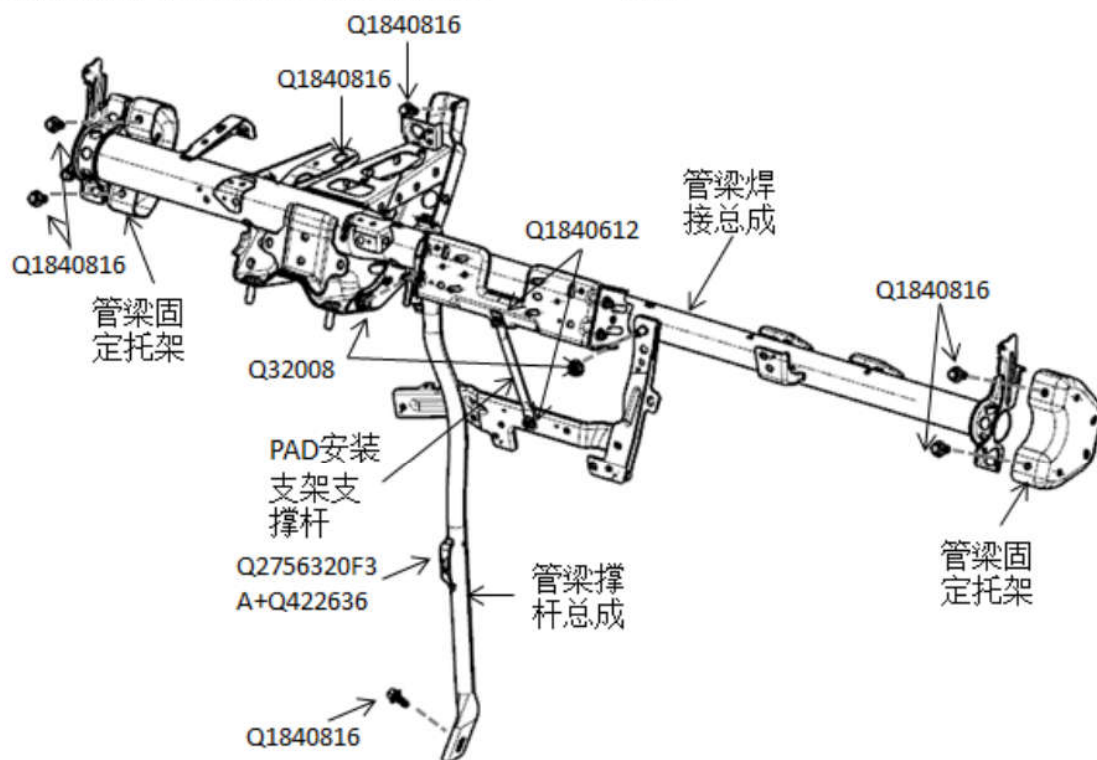

图 1-33 管梁总成安装结构示意图
(1) 管梁总成的拆卸顺序为: 先拆除管梁主管焊接组件, 然后再拆卸管梁固定托架组件。
(2) 管梁焊接总成拆装 (图 1-33) 拆卸管梁焊接总成前需确认仪表板下本体已拆除, 然后用 10 号套筒将四个与管梁固定托架组件紧固、一个与前围钣金支架紧固、一个与中央地毯钣金紧固的编号为 Q1840816 六角法兰面螺栓、一个紧固三踏板的编号为 Q1400816 螺栓松开取出、一个紧固空调箱体编号为 Q2756320F3A+Q42263 十字槽凹穴六角头自攻螺钉和大垫圈组合件松开取出。断开转向管柱万向节与转向助